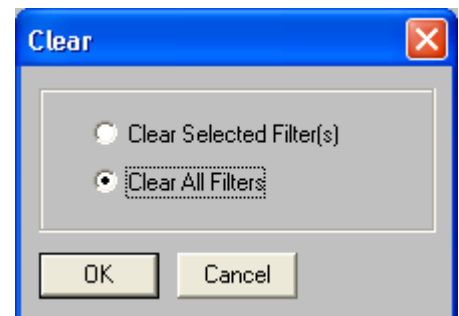

ABBILDUNG 7-20: Dialogfeld "Clear"
2. Das Dialogfeld "Clear" wird eingeblendet (siehe Abb. 7-20 rechts).